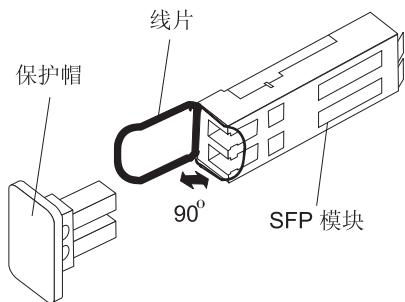

图 17. 松开塑料类 SFP 模块滑锁
- 如第 33 页的图 17 中所示, 对包含塑料卡口的 SFP 模块, 从 10° 方向向外拉动塑料卡口, 以松开 SFP 模块滑锁。